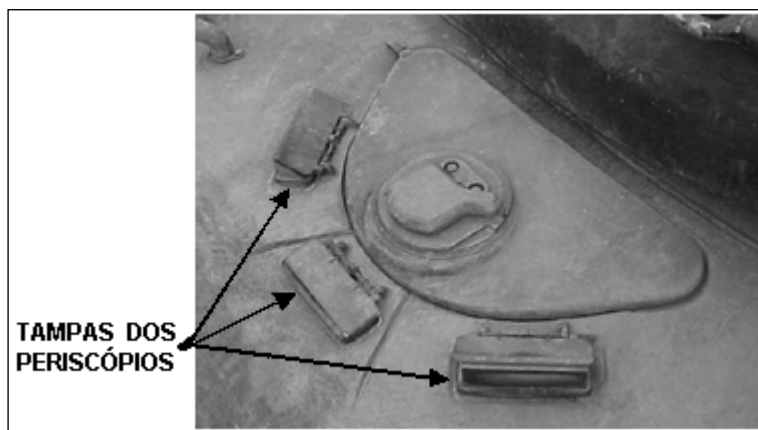

Fig 3-14. Escotilha do Motr
a. Instalação (Fig 3-14 a 3-17)
- A tampa do periscópio é fechada por molas e abrirá ou fechará quando instalado ou removido o periscópio. (Fig 3-14)